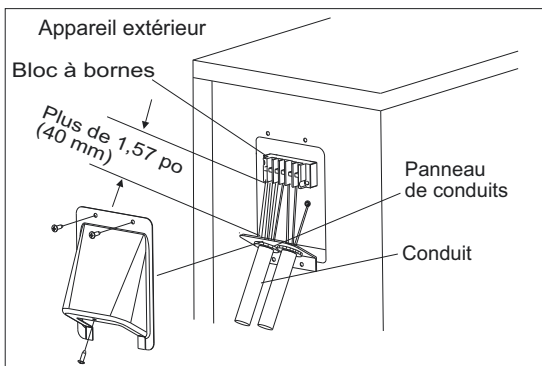

Fig. 14 — Câblage sur place
5. Raccordez le conduit au panneau de conduits (voir figure 14).